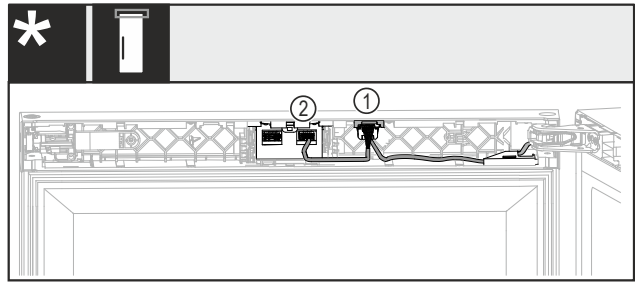

Fig. 45 Sin candado o con candado mecánico*
- ▶ Introduzca el conector macho Fig. 45 (1) con ambos cables en la guía.*
- ▶ Enganche el conector macho con un cable Fig. 45 (2) en la cavidad derecha.*